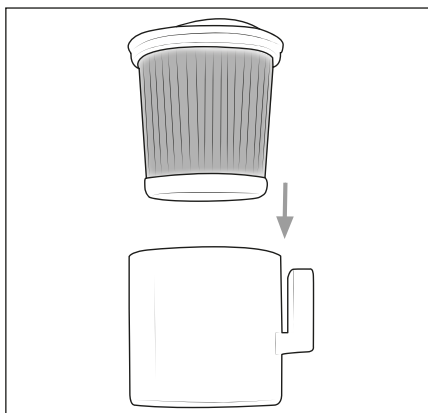

Abb. 20
- 15) Setzen Sie den HEPA-Filter **4** in den HEPA-Filterbehälter **5** ein (siehe Abb. 20).